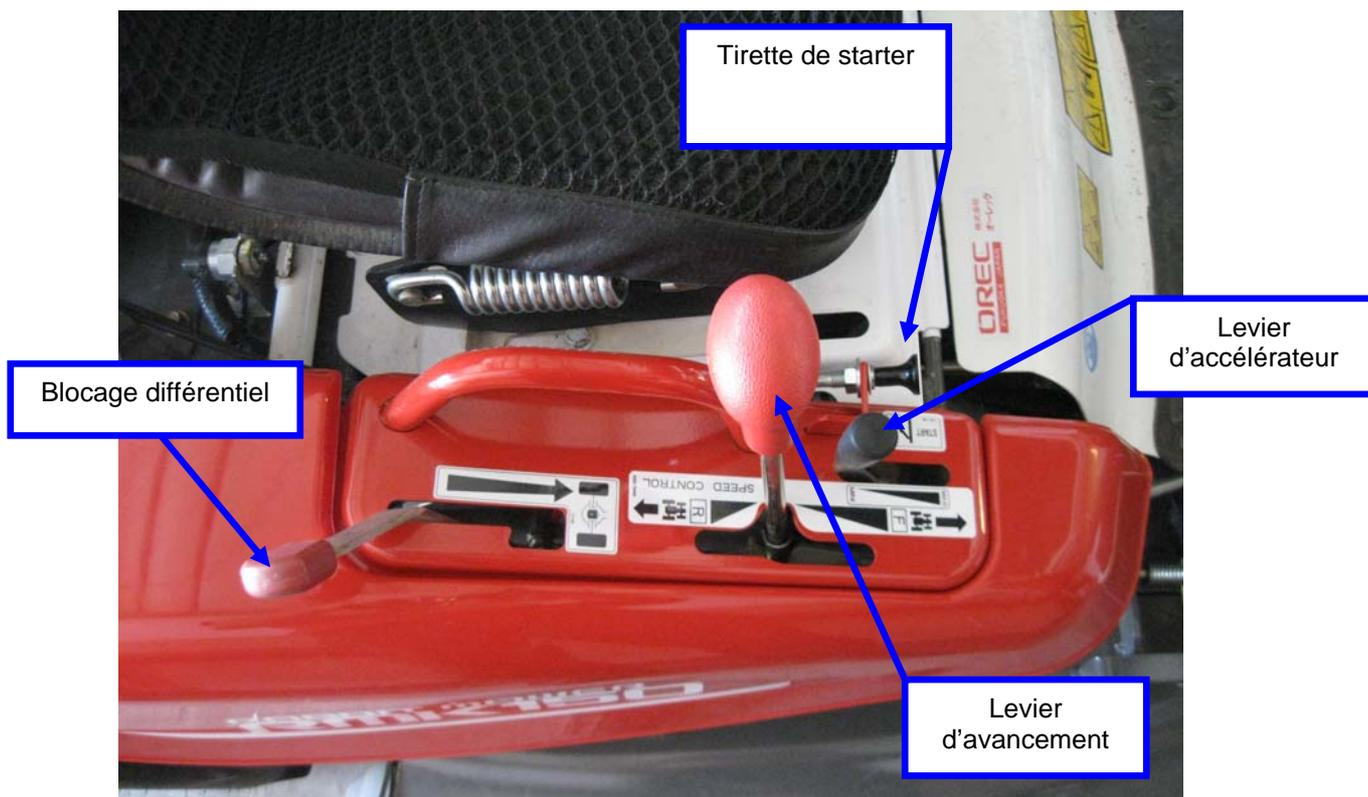

Figure 5
Il est utilisé pour faire avancer, reculer ou arrêter la machine (Figure 5). Lorsque vous placez le levier derrière la position arrêt (N), la machine recule, Lorsque vous placez le levier devant la position arrêt (N), la machine va avancer.
Il permet de contrôler la vitesse du moteur. On accélère en poussant le levier vers l'avant et on ramène le moteur au ralenti en le tirant en arrière (Figure 5).
Il permet de rendre les deux roues motrices arrière solidaires afin d'éviter qu'une seule patine en condition d'adhérence difficile. On ne doit l'utiliser que momentanément en ligne droite (Figure 5).